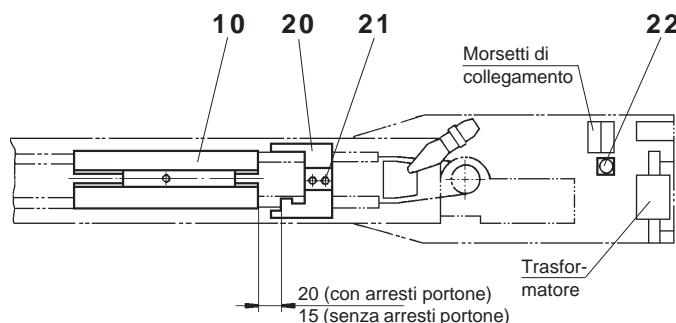

Fig. 9
- **Regolare l'arresto di apertura (20) sull'automatismo.** Allentare le viti (21), fare scorrere il dispositivo di arresto fino a quando non tocca la slitta (10). Fare scorrere indietro di circa 5 mm il dispositivo di arresto (dimensione 20) e fissare le viti (21). Fig. 9
- Se non è previsto alcun arresto portone, il dispositivo di arresto (20) viene fissato senza gioco alla slitta (10) (dimensione 15). Fig. 9
- Se il processo di installazione non avviene nel modo corretto o subentra un guasto, è possibile ripetere l'installazione premendo il tasto Reset (22) (manopola blu) in presenza di alimentazione di rete per min. 2 sec. Fig. 9